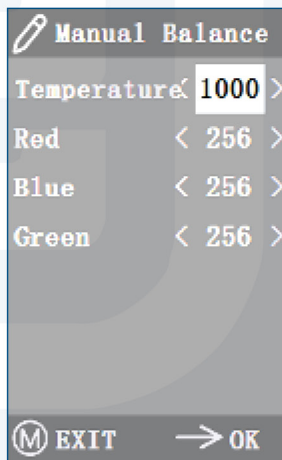

Figure 5-2
- Lorsque l'effet de la balance des blancs automatique n'est pas idéal en raison de la différence de température de couleur entre les différentes sources lumineuses, la balance des blancs manuelle peut être utilisée pour ajuster les paramètres de température de couleur, R, V et B respectivement. Ceci est montré dans la Figure 5-2